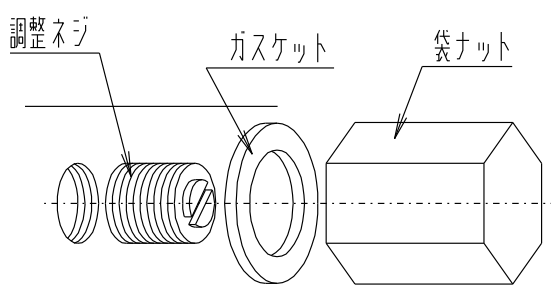

図5 リリーフ弁設定圧力の調整
- (1) 必ず圧力計で確認しながら調整を行って下さい。
- (2) 調整は図5の調整ネジで行ないます。右に回せば増圧、左に回せば減圧します。
- (3) 調整終了後は、ガスケットを入れて袋ナットを30N・m程度の締め付けトルクで確実に締め付け、油漏れのない事を確認して下さい。